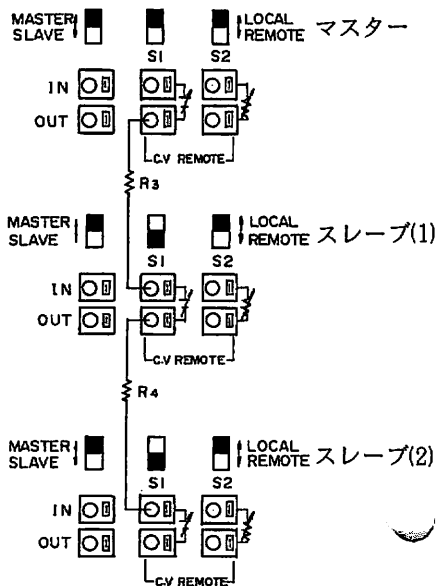

図20
- 3) 従機の背面CV. REMOTE S1スイッチをREMOTEに設定し，図20のように外部固定抵抗を接続します。